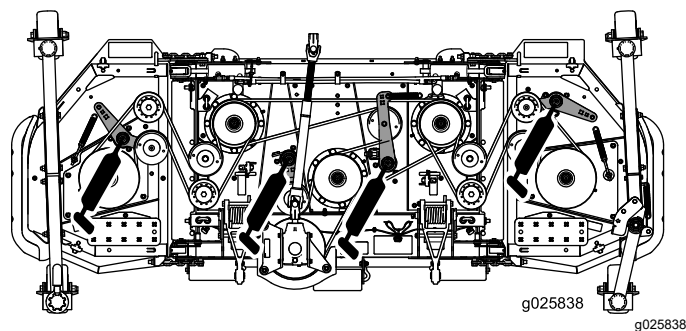

Рисунок 15
- Шарниры рычагов натяжных роликов (4 места) (Рисунок 15)